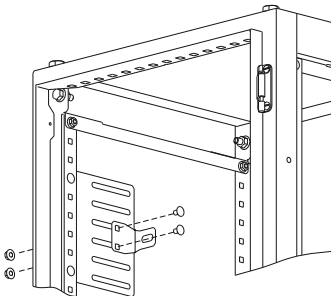

Рисунок 10
8.1.1 Приложите кронштейн к предварительно смонтированной пластине установочной с внутренней стороны корпуса. Вставьте по очереди в квадратные отверстия два болта М6×10 и закрепите гайками М6 (рисунок 10). Момент затяжки 5 Н·м.